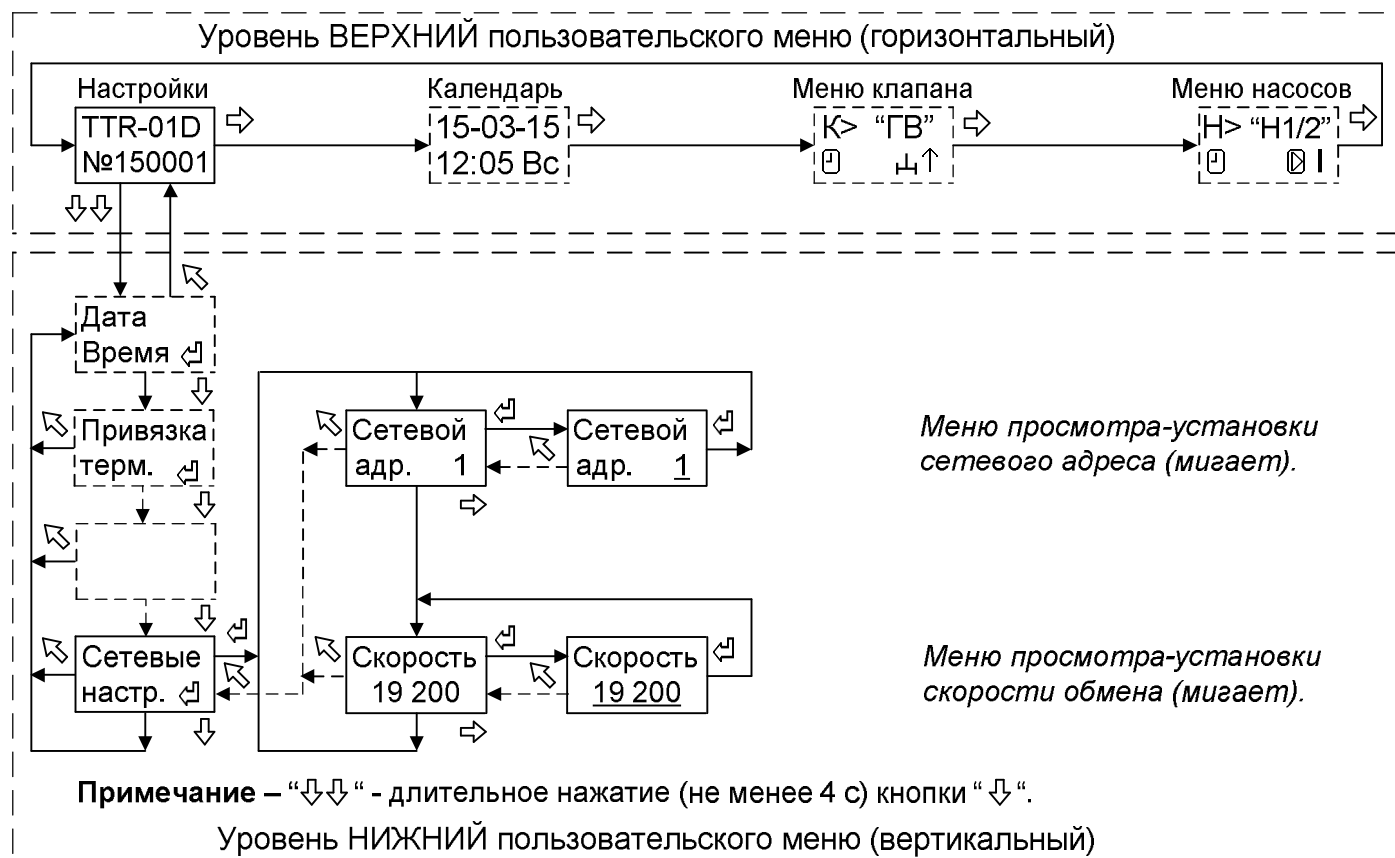

Рисунок 11 - Структура меню настройки сетевых параметров
7.7.1 При подготовке TTR к работе в сети интерфейса RS485 следует проверить и при необходимости установить сетевые настройки – адрес в сети и скорость обмена. Для этого необходимо войти в меню «Сетевые настр.» (смотри рисунок 11).